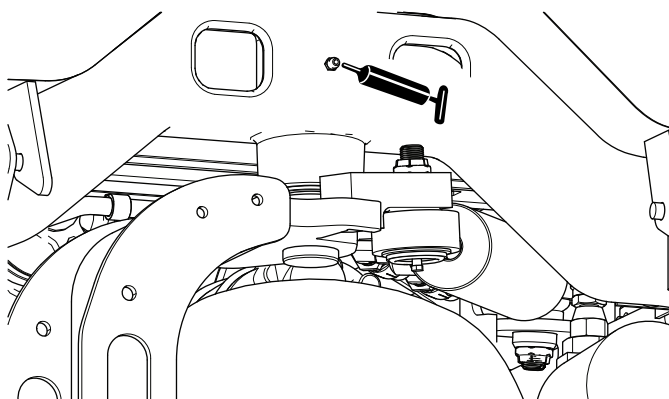

Figura 53
- Perno dello sterzo (Figura 53)